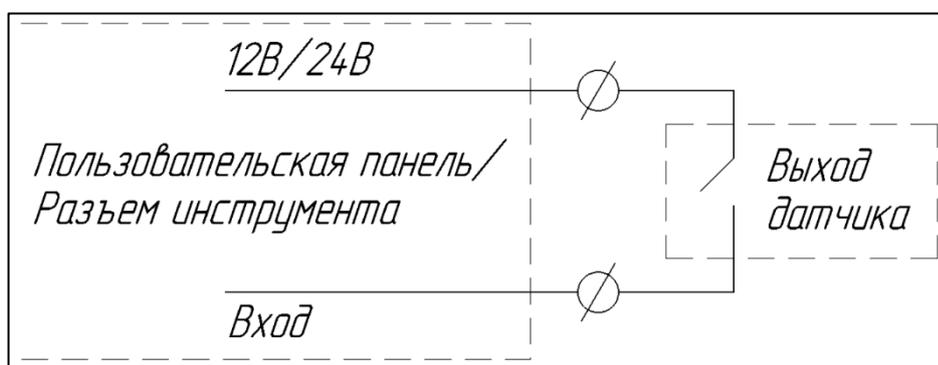

Рисунок I-21 – Подключения датчика типа «Сухой контакт»
- Подключения датчика типа «Сухой контакт» (см. Рисунок I-21):